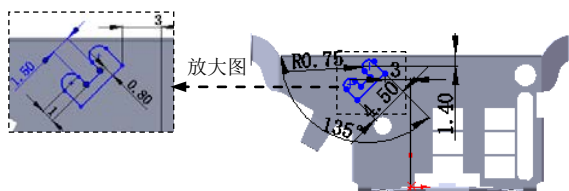

图 6.85 横断面草图
② 定义横断面草图。在草图环境中绘制图 6.85 所示的横断面草图。
(3) 定义切除深度属性。在“切除—拉伸”对话框的 **方向1** 区域中选中 ☒ **与厚度相等(L)** 复选框与 ☒ **正交切除(N)** 复选框。
(4) 单击 按钮，完成切除—拉伸 9 的创建。